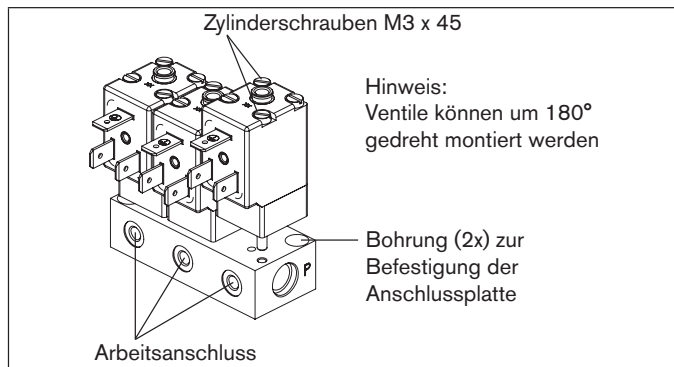

Bild 3: Anschlussplattenmontage
- Magnetventile auf Anschlussplatte mit Zylinderschraube M3 x 45 befestigen (siehe „Bild 3“; maximales Anziehdrehmoment: 1 Nm). Ventile können um 180° gedreht montiert werden.